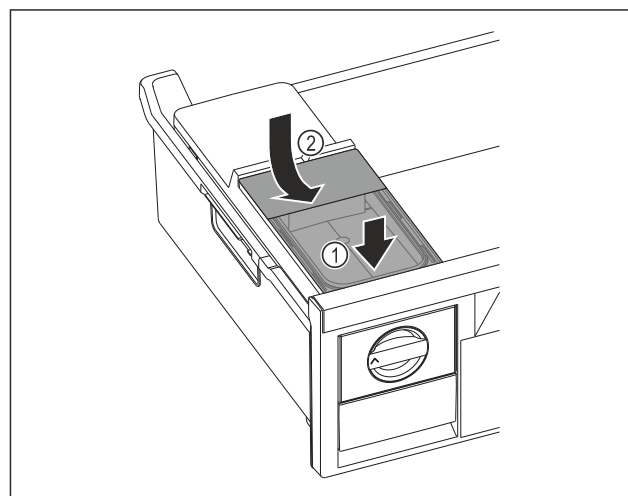

Fig. 150
- Placer le réservoir d'eau à l'avant Fig. 150 (1)
- Abaisser le réservoir d'eau à l'arrière Fig. 150 (2)